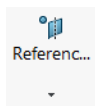

Рисунок 1.8 – Круговий масив вирізів
3. Натисніть  для створення кругового масиву (рис. 1.8).